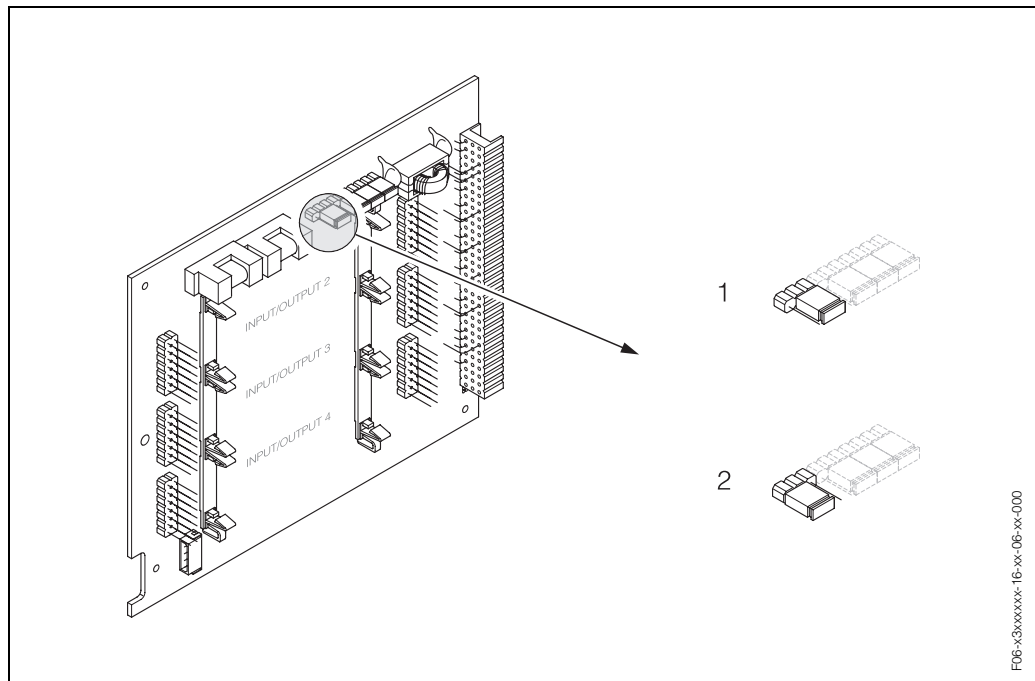

Abb. 28: HART-Schreibschutz ein-/ausschalten (I/O-Platine)
3. HART-Schreibschutz mit Hilfe der Steckbrücke ein- oder ausschalten (Abb. 28).